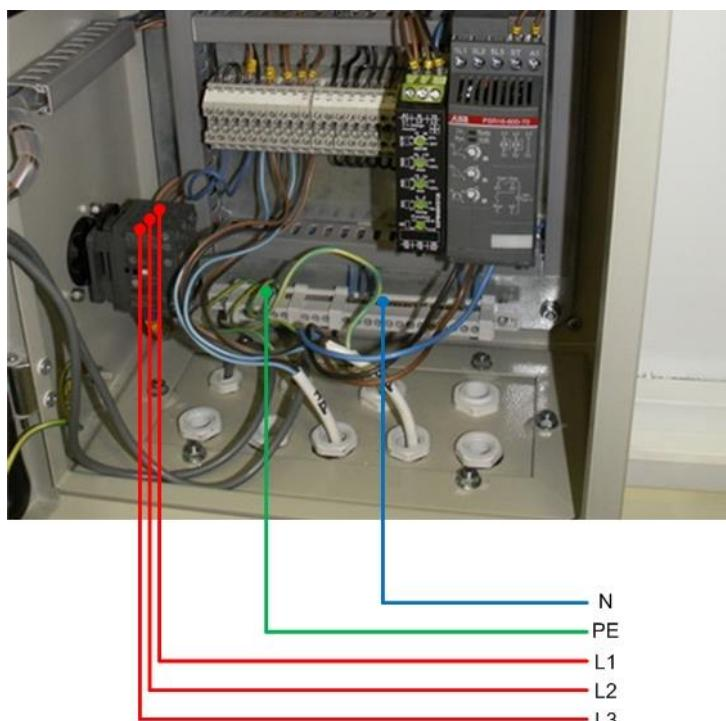

Рис.7 Подключение электропитания.
- Подключить электропитание (рис.7) к блоку управления. Минимальное сечение питающего кабеля - $5 \times 1,5\text{мм}^2$. Фазные провода подключаются к клеммам 1L1, 3L2, 5L3 пакетного выключателя QS1 (внутри блока управления), провода нейтрали и заземления - соответственно к шинам N и PE;